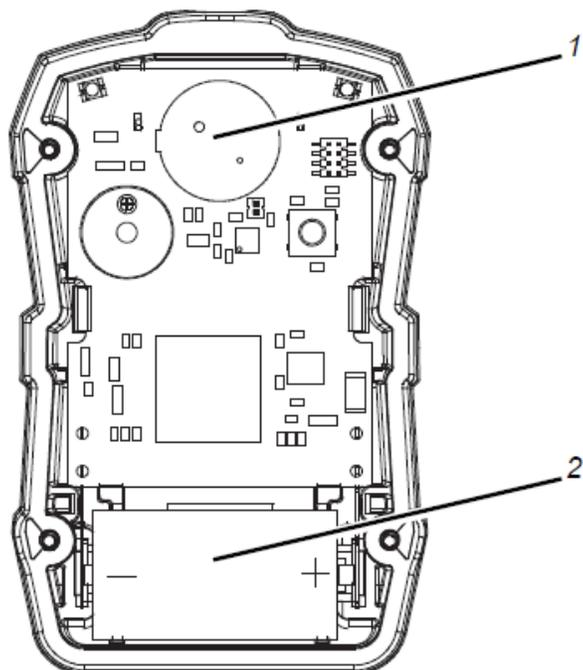

Abbildung 14 Sensor- und Batteriewechsel
2. Die vier Gehäuseschrauben lösen und entfernen und das vordere Gehäuseteil abnehmen, um Zugang zum Sensor zu erhalten (im oberen Teil des Geräts in der Nähe der Alarm-LEDs → Abbildung 14).